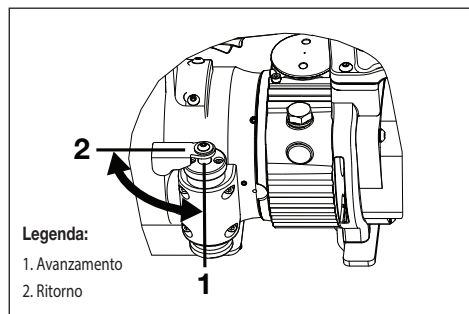

Figura 4, Posizioni della leva direzionale
La leva direzionale è posta sul lato sinistro dell'attrezzo. Tramite questa leva si stabilisce la direzione di spostamento del pistone durante il funzionamento dell'attrezzo. Vedere la figura 4.
6. Verificare che la leva direzionale si trovi in posizione di avanzamento pistone. Vedere la figura 4.
9. Spostare la leva nella posizione di ritorno. Vedere la figura 4.